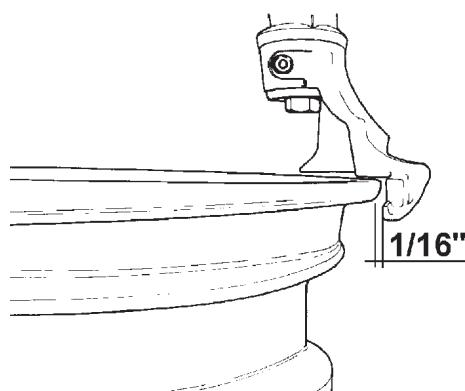

Fig. 4.1-4
E. Mettre l'outil en contact avec le bord de la jante et le bloquer: l'outil s'éloigne automatiquement du bord de la jante en sens vertical. Tourner la poignée de réglage jusqu'à ce que l'outil s'éloigne du bord de la jante à peu près de $1/16"$ (2mm): cela est nécessaire pour éviter des dommages à la jante. (Fig. 4.1-4).